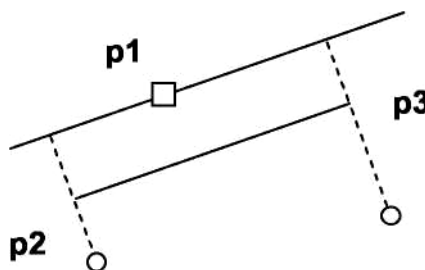

Рис. 1.9. - Построение отрезка, параллельного заданной прямой
1) **Параллельный отрезок**. Построения на чертеже: а) указать графическим курсором прямую (точка **p1**), которой должна быть параллельна искомая прямая; б) задать численное значение расстояния между параллельными прямыми в панели свойств окна «**Расстояние**»; в) указать графическим курсором две точки **p2** и **p3**, принадлежащим вспомогательным прямым, ограничивающим длину параллельного отрезка (рис. 1.9).